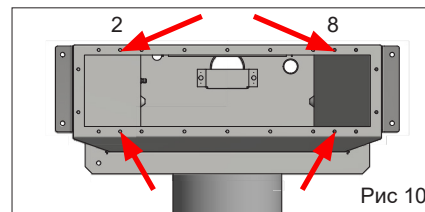

Рис. 10.
7. Смонтируйте покрытие стенок (крепл., кафель, мозаика и т. п.). Убедитесь, что монтажное отверстие для крепежной рамы соответствует рис. 10, так как монтажная рама будет установлена позже.